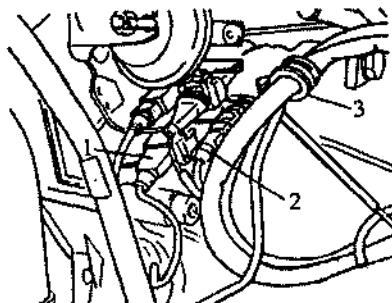

图 4.13 拆下线束固定装置
- ⑦ 把探针和探针加热器的接头分开, 拆下线束固定装置, 如图 4.13 所示。